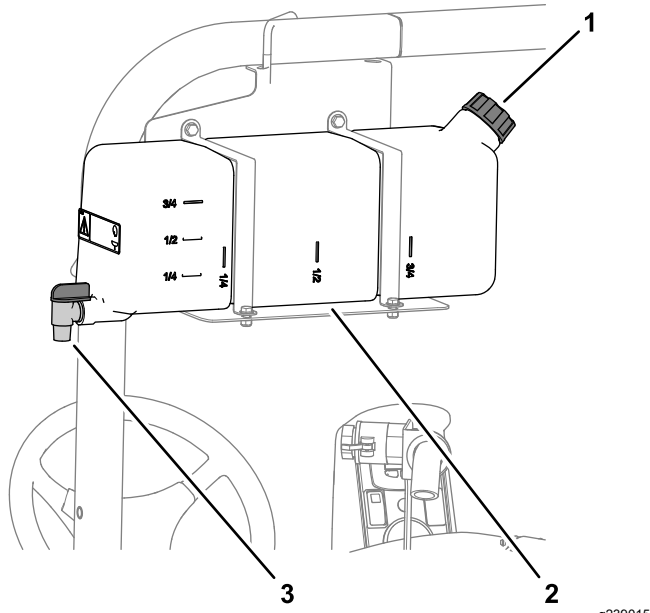

図 18
- タンクに水を入れるには、タンク上面にあるキャップを外し、水を入れて元通りにキャップを取り付けます **図 18**。
- コックのレバーをひねれば水が出ます **図 18**。